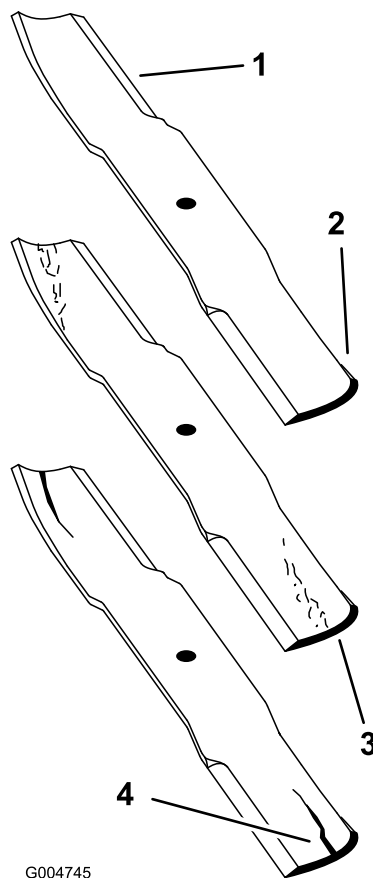

Figura 71
1. Inspeccione los filos de corte (Figura 71). Si los bordes no están afilados o tienen muescas, retire las cuchillas y afílelas. Consulte Afilado de las cuchillas.
2. Inspeccione las cuchillas, especialmente la parte curva (Figura 71). Si observa fisuras, desgaste o la formación de una ranura en esta zona (elemento 3 en la Figura 71), instale de inmediato una cuchilla nueva.